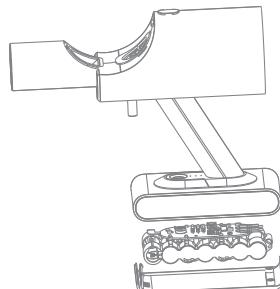

Рис. 2
- Подденьте нижнюю крышку аккумуляторной батареи с помощью отвертки, открутите 4 винта, а затем отсоедините электрическую схему, как показано на рис. 2.